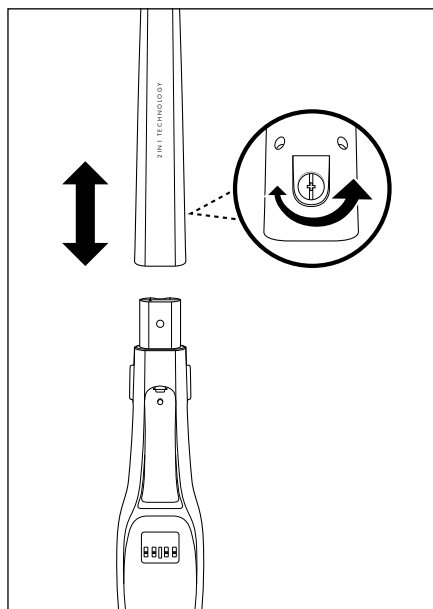

Fig. 1
- 1) Dévissez la vis ①① à l'arrière sur le manche ①⑩ avec un tournevis dans le sens antihoraire. Sortez la vis ①① de l'ouverture de vis sur le manche ①⑩.
- 2) Insérez le manche ①⑩ sur le support du manche sur l'appareil. Glissez le manche ①⑩ entièrement sur le support du manche, jusqu'à ce qu'il soit bien fixé sur l'appareil. (Fig. 1).
- 3) Repositionnez la vis ①① dans l'ouverture de vis à l'arrière du manche ①⑩. Serrez la vis ①① dans le sens horaire avec un tournevis (fig. 1).